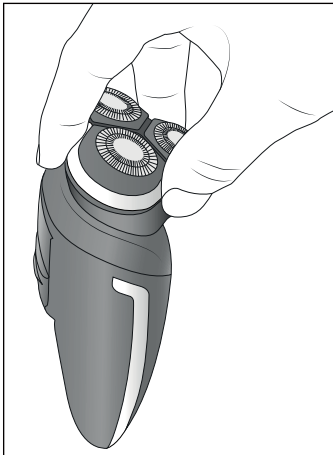

Abb. 2
- 1) Fassen Sie die Schereinheit ② mit drei Fingern an den Griffmulden ③ an und ziehen Sie sie ab (siehe Abb. 2).